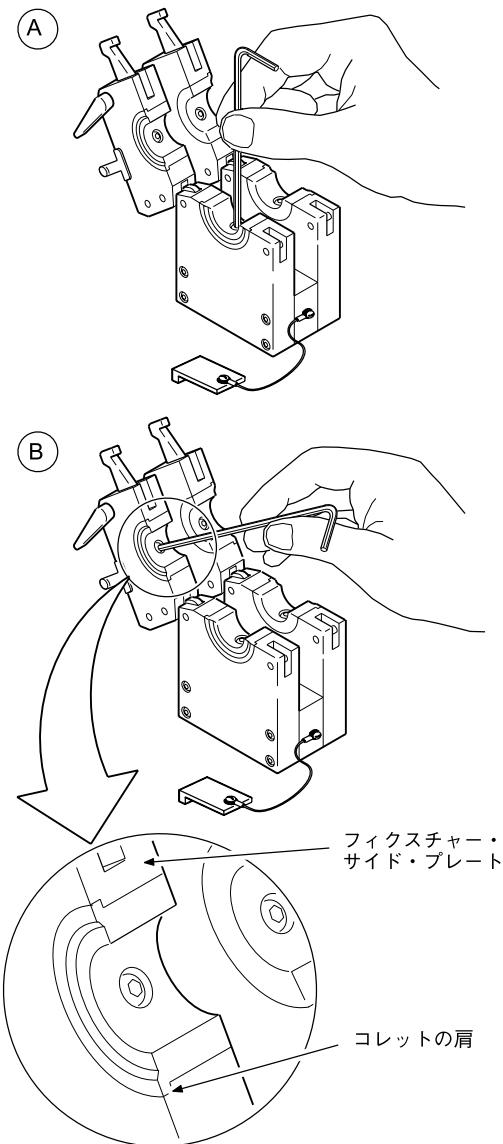

図13：コレットを取り付ける
2. 上部および下部サイド・プレートの両方にコレットを取り付け、コレット止めネジを締め付けます。コレットの肩とフィクスチャー・サイド・プレートに段差がないことを確認します。図13をご参照ください。